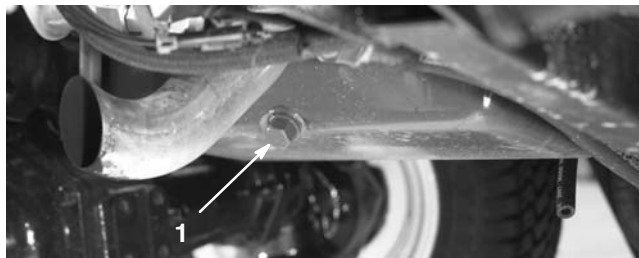

Figure 46
1. Enlevez un des bouchons de vidange (Fig. 46) et laissez s'écouler l'huile dans un bac de vidange. Remettez le bouchon quand toute l'huile s'est écoulée.